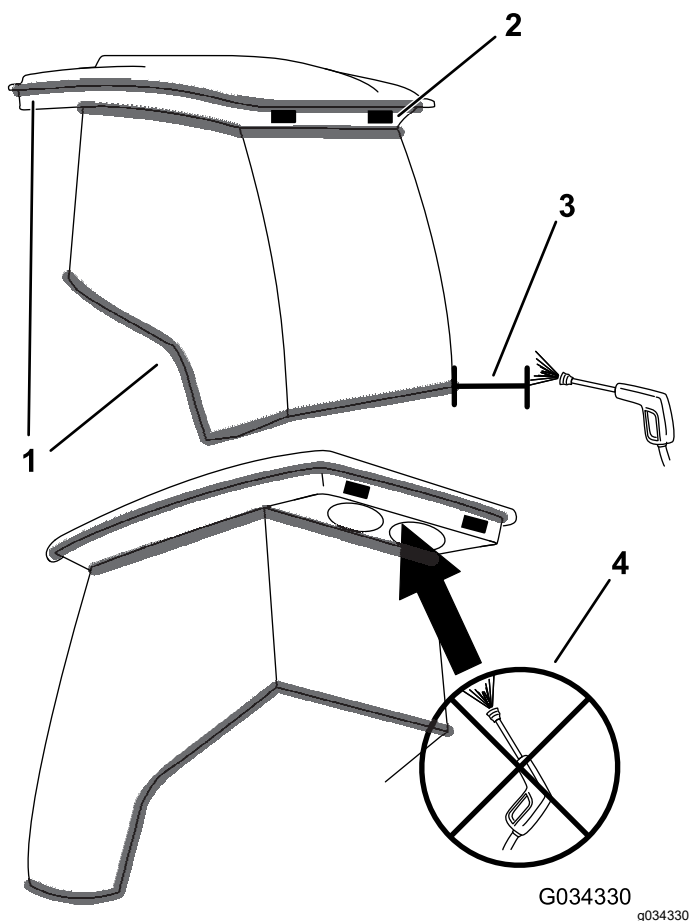

Рисунок 133
**Внимание:** Соблюдайте меры предосторожности при очистке в зонах вокруг уплотнений и осветительных приборов на кабине (Рисунок 133). При использовании воды под давлением, держите распылитель на расстоянии не менее 0,6 м от машины. Не направляйте воду под давлением непосредственно на уплотнения и осветительные приборы кабины или под задний свес.